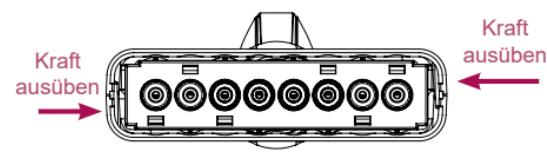

Bild 4
2. Lösen Sie den Kolben vorsichtig aus der Schiene und bewegen Sie ihn nach oben, um ihn zu entfernen (Bild 4).
3. Drücken Sie auf die Verbindungsseite des Kragens, um die Schnappverbindungen zu lösen und öffnen Sie den Kragen von unten nach oben.p (Bild 4).